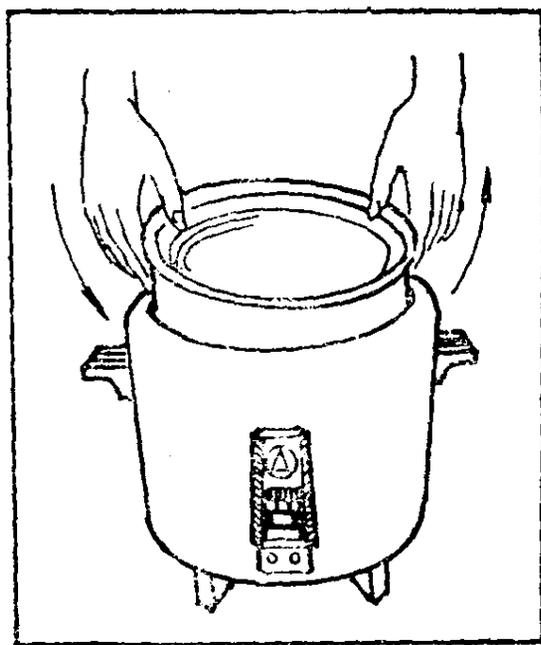

图1-1-10 内锅的摆放
2. 把盛米的内锅底擦干,确认电热盘上和内锅底部无任何阻碍物后,将内锅放到电热盘上,并左右旋转几次(图1-1-10),使之与电热盘紧密接触,然后盖好锅盖。